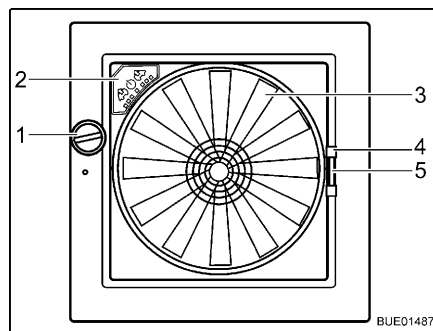

Fig. 114 Oblò Omni-Vent
- Ruotare la manopola (Fig. 114,1), finché non si raggiunge l'angolo di apertura desiderato.
- Ruotare la manopola (Fig. 114,1), finché l'oblò non è completamente chiuso.
- Tirare la zanzariera per l'impugnatura (Fig. 114,4) verso il lato opposto del telaio.
- Serrare la maniglia (Fig. 114,5) dell'oscurante.
- Ventilatore** Se l'oblò è aperto, l'abitacolo può essere ventilato e sfiato con il ventilatore a 6 stadi (Fig. 114,3). Il ventilatore si controlla dal quadro di comando (Fig. 114,2).